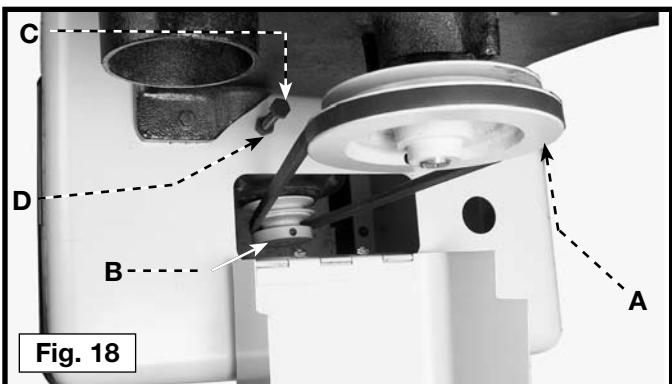

Fig. 18
1. Coloque la correa sobre la polea de la sierra (A) Fig. 18.
NOTA: El 28-276 modelo tiene una polea de un solo paso. El 28-206 modelo tiene una polea de dos etapas (fig. 18).
2. Levante el motor y coloque el otro extremo de la correa alrededor de la polea del motor (B), Fig. 18. El peso del motor proporcionará la tensión correcta de la polea.
6. Gire el perno (C) Fig. 18 hacia abajo hacia el interior de la parte superior de la base de soporte hasta que la arandela amortiguadora entre en contacto con el motor.
7. Haga retroceder el perno (C) Fig. 18 sacándolo aproximadamente 1/4 de pulgada, y apriete la tuerca (D) contra la parte superior de la base de soporte para sujetar el perno (C) en su sitio.